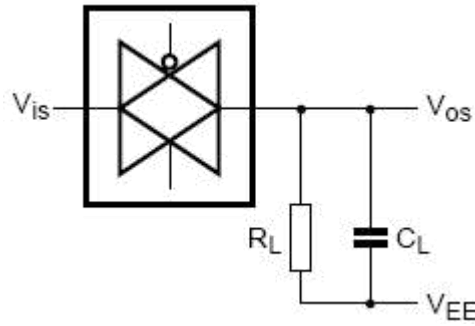

图 7、方波失真度、关断频率和导通频率测试图
- $R_L = 1\text{ k}\Omega$ ;  $C_L = 5\text{ pF}$ , 通道关断,  $20\log V_{os}/V_{is} = -50\text{ dB}$ , 见图 7
- $R_L = 1\text{ k}\Omega$ ;  $C_L = 5\text{ pF}$ , 通道开,  $20\log V_{os}/V_{is} = -3\text{ dB}$ , 见图 7